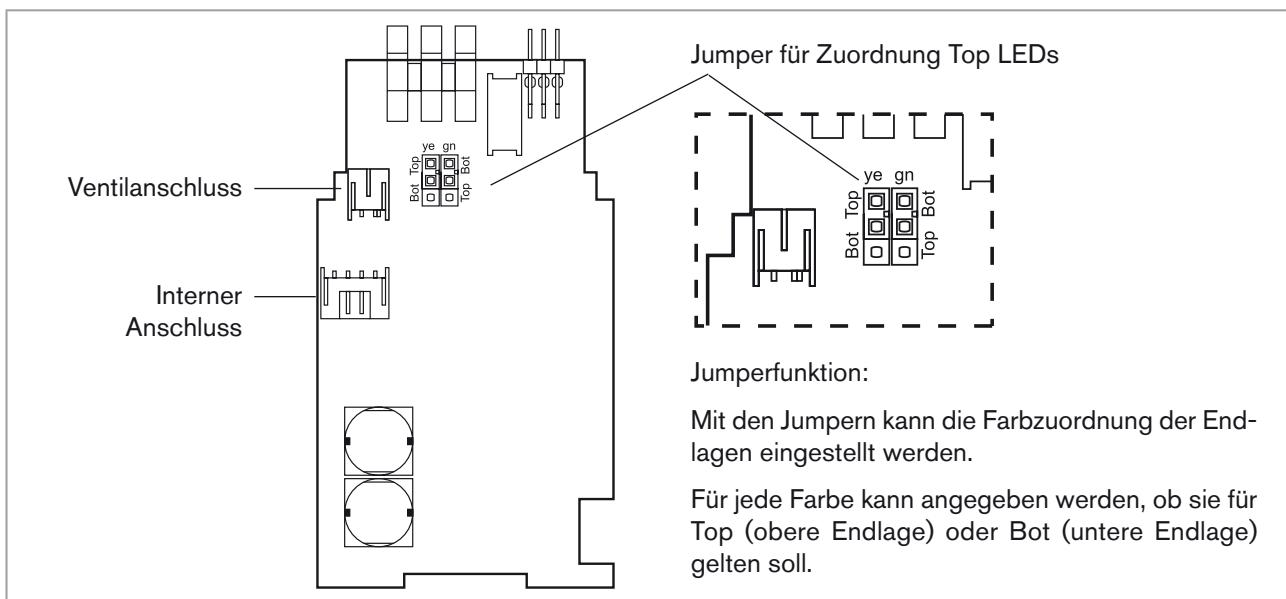

Bild 30: Platine AS-Interface
- Mit Hilfe der Jumper den Top LEDs die gewünschte Farbe zuordnen (siehe „Bild 30:“).